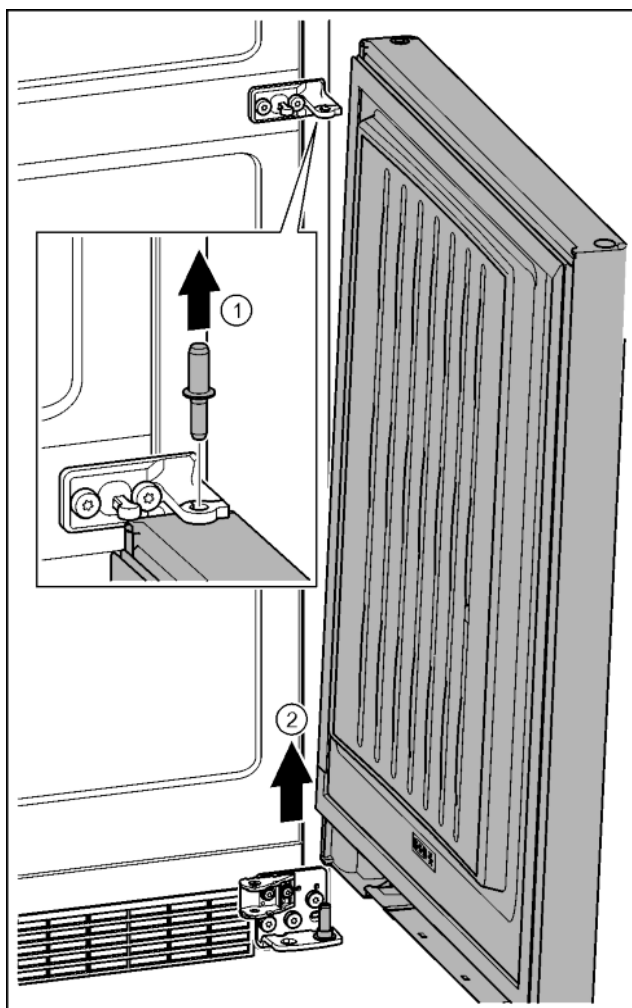

Fig. 24
- ▶ Sworznie wyjąć w górę. *Fig. 24 (1)*
- ▶ Drzwi wyjąć pociągając w górę, a następnie odstawić z boku. *Fig. 24 (2)*